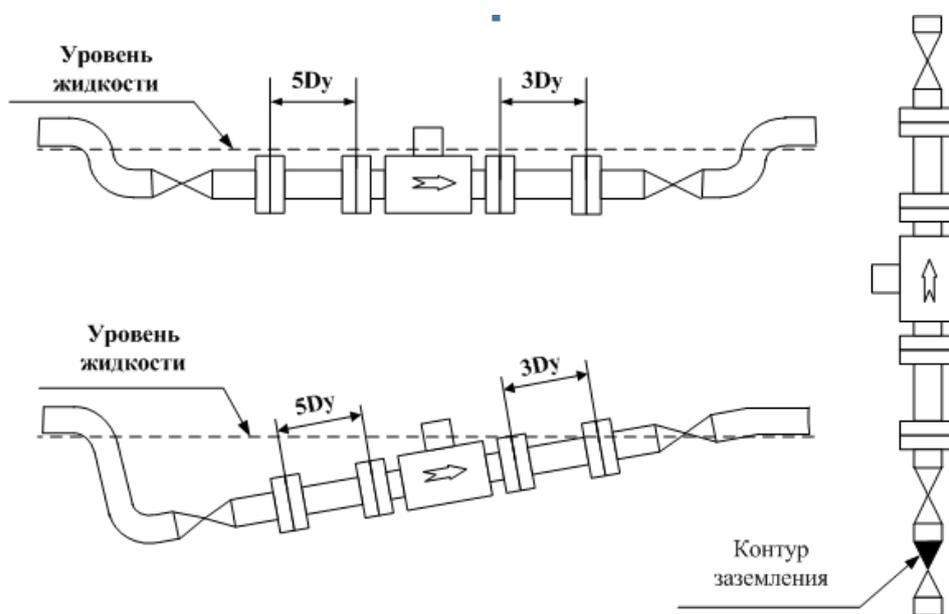

Рисунок 1 – Рекомендуемые варианты установки первичного преобразователя (при которых осуществляется его заполнение жидкостью), где Dy -условный проход трубы
Для нормального функционирования расходомера необходимо, чтобы расходомер был постоянно заполнен измеряемой жидкостью, электроды должны находиться в горизонтальной плоскости. При монтаже первичного преобразователя в разрыв трубопровода необходимо обеспечить прямолинейные участки трубы длиной **не менее пяти диаметров до и трех диаметров после** первичного преобразователя (см. рис. 1) в направлении по стрелке на первичном преобразователе, совпадающем с направлением движения жидкости в трубопроводе. В случае исполнения расходомера с возможностью измерения реверсного потока жидкости прямолинейные участки до и после первичного преобразователя расхода должны иметь длину **не менее пяти диаметров** первичного преобразователя. В случае неполного заполнения (завоздушивания) канала появляются ошибки измерения. Поэтому при монтаже следует выполнять следующие **условия**:
① Не устанавливать расходомер в трубопроводе с открытым концом. При монтаже первичный преобразователь должен быть установлен на горизонтальном, вертикальном или наклонном трубопроводе (см. рис. 1).
Вертикальное положение первичного преобразователя в той части трубы, где жидкость подается наверх (см. рис. 1), наилучшим образом обеспечивает заполнение трубы первичного преобразователя даже при малом расходе и, кроме того, уменьшает неравномерность износа футеровки в том случае, если жидкость несет с собой абразивные частицы, а также при возможности выпадения осадка в жидкости.
В случае горизонтального или наклонного способа установки (см. рис.1) рекомендуется помещать первичный преобразователь в наиболее низкой части трубопровода, где сечение трубы